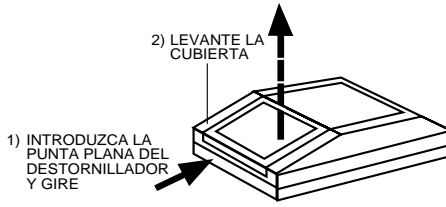

Figura 1
- Retire la cubierta frontal insertando la punta del destornillador en la ranura entre la tapa y la base (véase Figura 1) y gire.
- Retire la cubierta frontal como se muestra en la Figura 1.